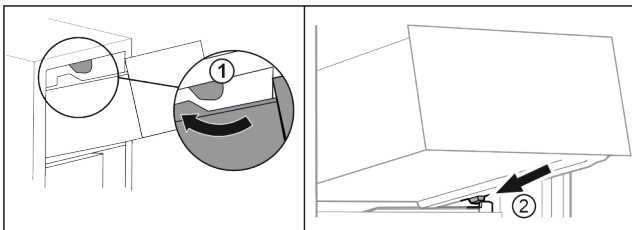

Fig. 94
- ▶ Обвести висувний ящик навколо верхнього стопора. Fig. 94 (1)
- ▶ Встановити висувний ящик за нижніми стопорами на ребро для резервуару навкоси. Fig. 94 (2)